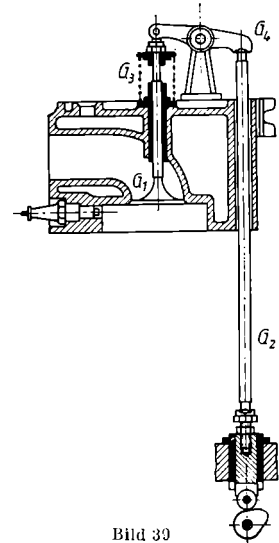

Bild 39
53. II. a) Wie groß muß die Federkraft mindestens am Anfang und am Ende der beschleunigten Bewegung in Aufg. 53. I sein, wenn das Ventilgewicht $G_1 = 5 \text{ kp}$, das Gewicht der Stoßstange mit Rolle $G_2 = 7 \text{ kp}$, das Gewicht der Feder $G_3 = 0,8 \text{ kp}$ und das auf Hebelnde reduzierte Gewicht $G_4 = 1,2 \text{ kp}$ ist (Bild 39)?